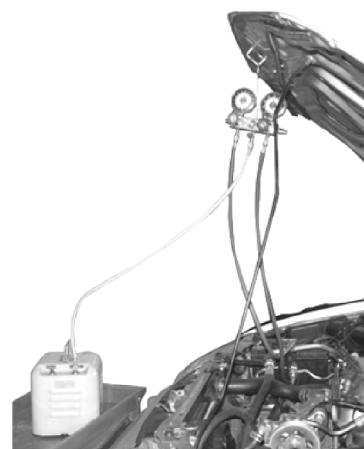

图 7-23 连接真空泵
1) 将歧管压力表的压力软管连接在真空泵和空调制冷系统快速接头上,如图 7-23 所示。